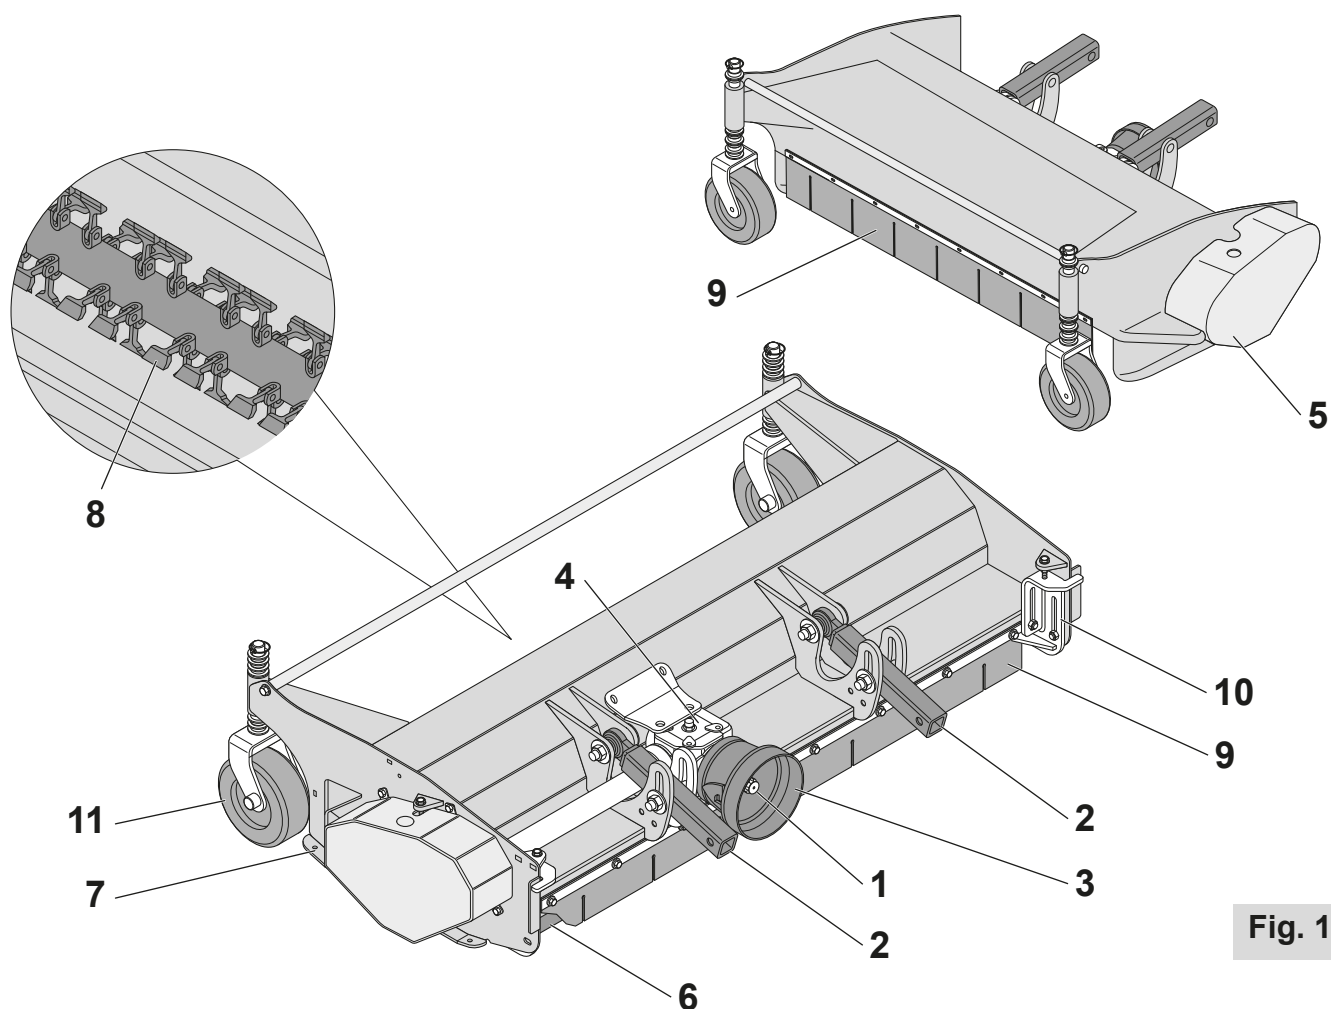

Fig. 1
En référence à la **Fig. 1**, la **Épareuse** est une machine conçue et fabriquée exclusivement pour effectuer des opérations d'entretien d'espaces verts ou des opérations de hachage directement sur le terrain en exécutant des travaux d'émiettement de résidus végétaux.
La **Épareuse** (Fig. 1) est constituée essentiellement d'une structure fermée en acier dans la partie inférieure dans laquelle sont installés un rotor porte-couteaux ou masses (8) et un rouleau niveleur (6) pour le compactage du terrain après la phase de hachage. Les raccords (2) permettent d'appliquer la machine à plusieurs types de tracteur. La partie inférieure est protégée par deux protections en caoutchouc (9), une à l'avant et une à l'arrière, qui servent à éviter la projection de terre et/ou de fragments de végétaux à l'extérieur. La **Épareuse** est alimentée par le moteur du tracteur de support grâce au branchement du multiplicateur de tours (4) à la prise de force (PTO) par l'arbre de cardan. Le multiplicateur permet d'atteindre un nombre de tours préétabli pour faire tourner le rotor à travers un système de transmission latérale (5) à poulies et courroies.